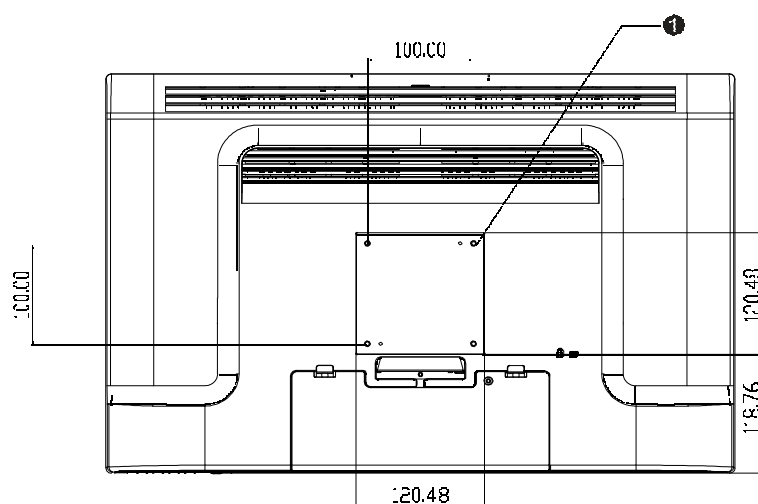

Figura 2-1 : Posizione dell'interfaccia di montaggio VESA, senza piedistallo
- 1 Se il display è già collegato a un piedistallo, togliere le quattro viti che collegano il piedistallo al display (vedi *Figura 2-1*, pos. ❶). Separare il piedistallo dal display.